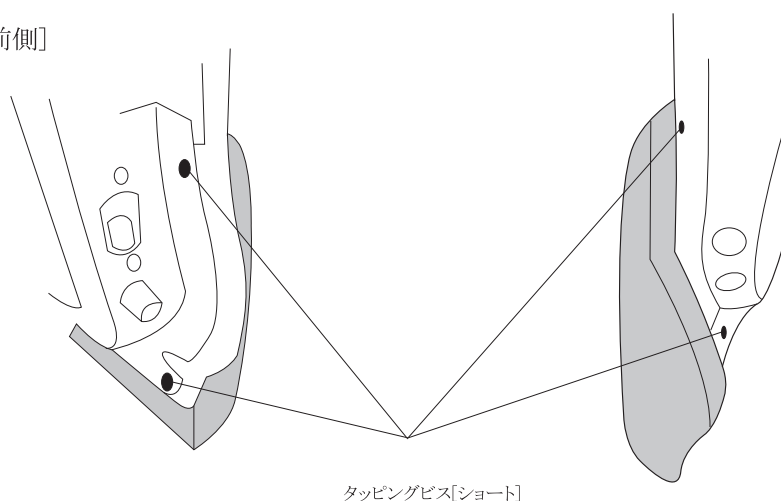

図3 サイドステップ後部
- 6, 図3を参考にサイドステップ後部を付属のタッピングビス[ショート]で固定してください。